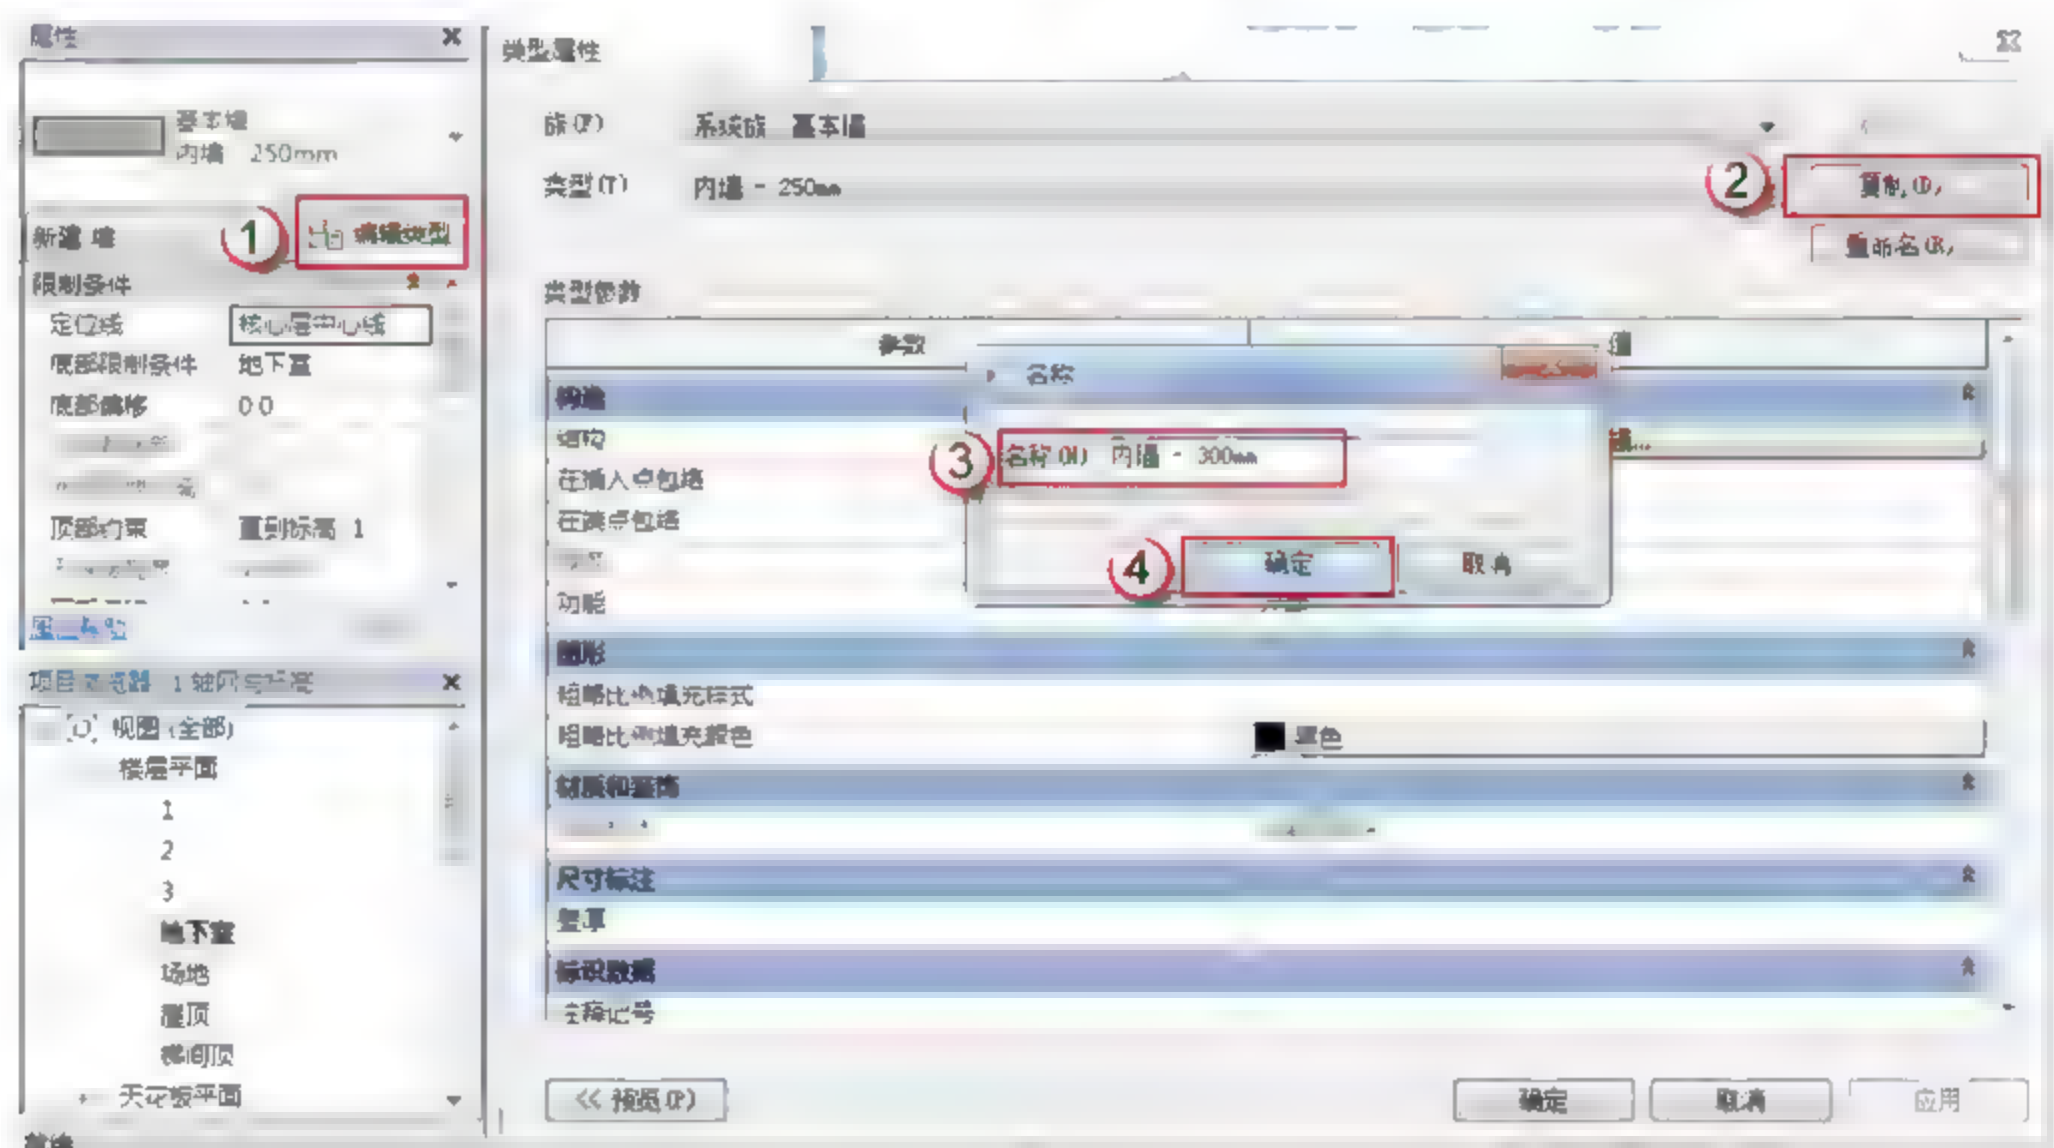

图 9.1.43 复制创建“内墙-300mm”族类型
(16) 复制创建“内墙-300mm”族类型。按快捷键 W+A，单击“属性”面板中的“编辑类型”按钮，在弹出的“类型属性”对话框中，单击“复制”按钮，在弹出的“名称”对话框中输入“内墙-300mm”字样，单击“确定”按钮，如图 9.1.43 所示。